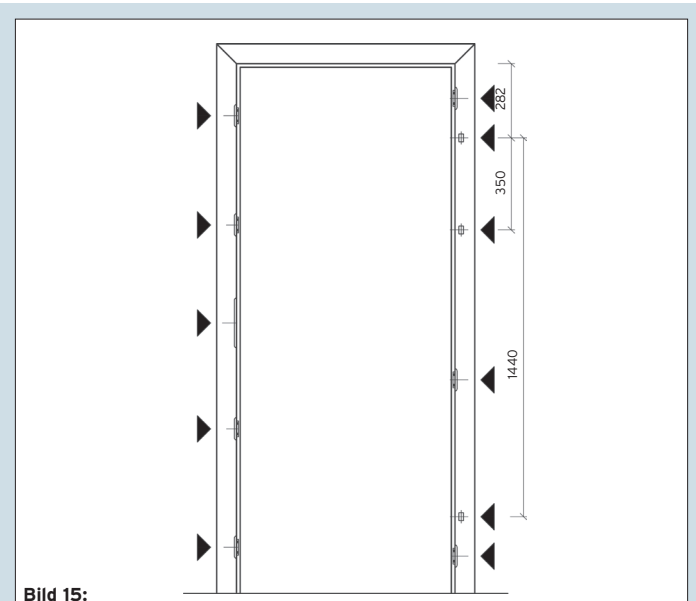

Bild 15:
- Je 1 Rahmenankerschraube 7,5 x 180mm (nach Einschraubtiefe) an den Zusatzverriegelungs- und Bandsicherungsschließblechen, Bild 15